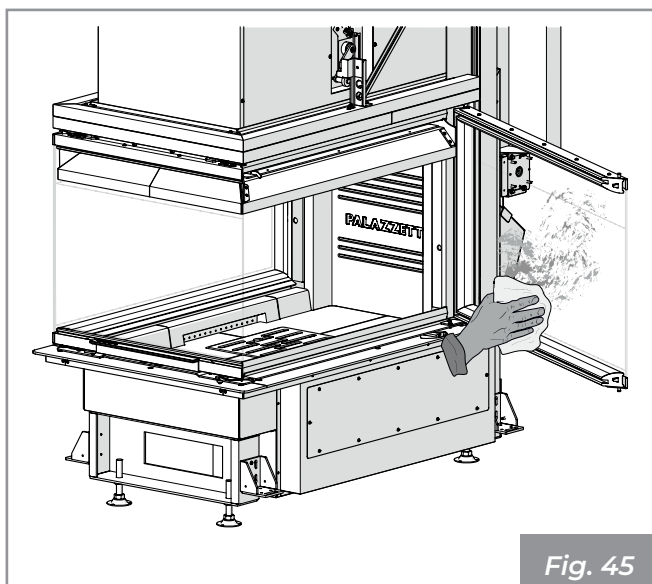

Fig. 45
- 3) Limpiar el vidrio con un paño húmedo o con papel humedecido y pasado en la ceniza (Fig. 45). Se pueden también usar detergentes adecuados para la limpieza de hornos de cocina.